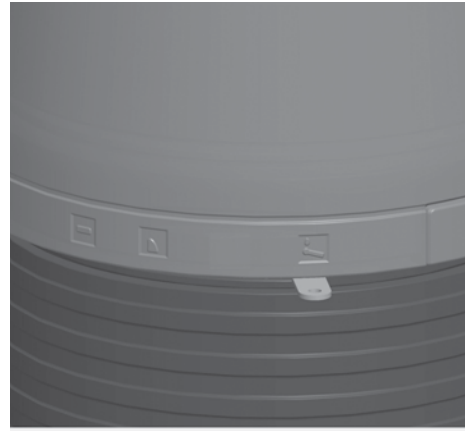

Abb. 4.14 Verbrennungsluftschieber ganz nach rechts geschoben - Verbrennungsluft komplett geöffnet - normale Heizbetrieb-Stellung bei Braunkohle
- öffnen Sie die Verbrennungsluft nun wieder komplett - ziehen Sie den Verbrennungsluft-Schieber komplett nach rechts (siehe Abb. 4.14),
Die normale Heizbetrieb-Stellung des Verbrennungsluftschiebers für den Betrieb mit Braunkohlebriketts ist immer bei komplett geöffneter Verbrennungsluft - Verbrennungsluftschieber ganz rechts (Abb. 4.14)